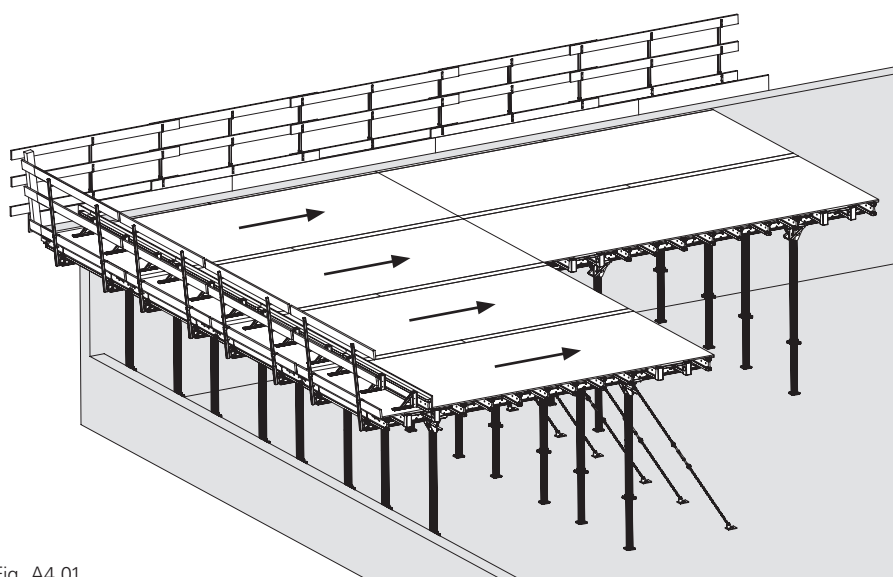

Fig. A4.01
3. Posizionare gli altri tavoli per solai fino a completare la superficie del solaio. (Fig. A4.01)